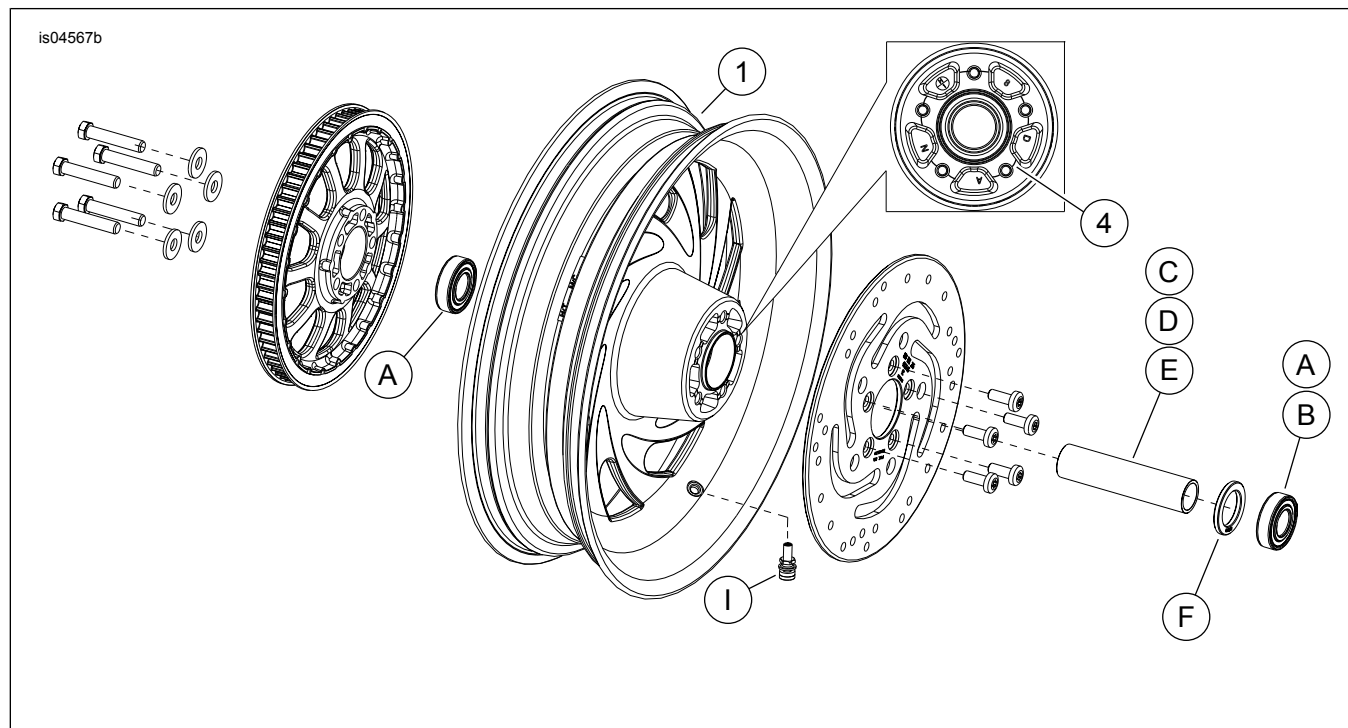

Figura 1. Peças de reposição: Rodas traseiras Typhoon
Veja Figura 1 e as tabelas de peças de reposição.
2. Veja Figura 1. Instale o conjunto da haste de válvula (I) na roda. Consulte PNEUS no Manual de serviço.